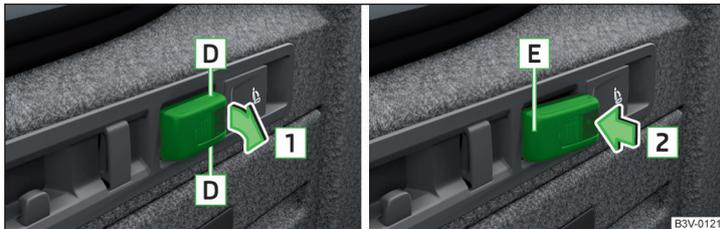

Abb. 151 Leuchte herausnehmen / Leuchte einsetzen
- › Zum **Herausnehmen** die Leuchte im Bereich **D** fassen und in Pfeilrichtung **1** herausschwenken » Abb. 151.
- › Zum **Einsetzen** die Leuchte zuerst mit dem hinteren Teil **E** in die Halterung einsetzen » Abb. 151 und danach die Leuchte in Pfeilrichtung **2** nachdrücken, bis diese hörbar einrastet.